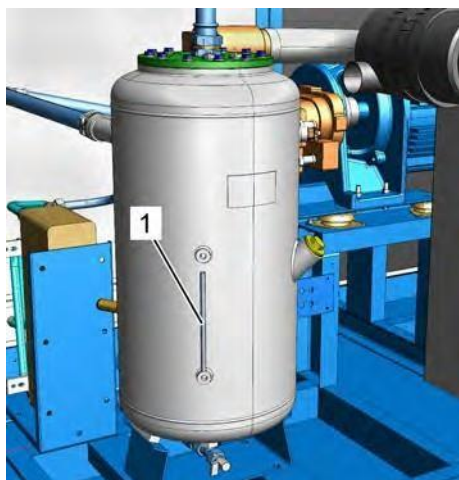

Рис. 37: Проверка указателя уровня воды
7. Проверьте уровень воды по указателю уровня воды (Рис. 37/1) и при необходимости долейте воду, как описано в ☞ Глава 8.4.2 «Проверка уровня воды / доливка воды» на странице 78.